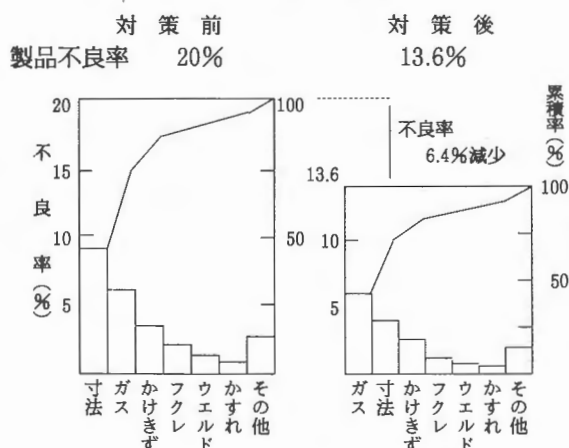

図3 対策前と対策後の不良内訳のパレート図
(2) 材料ロット内のバラツキの調査
(3) 材料ロット間のバラツキの調査
- ・上記の成形条件で生産された製品について不良の発生状況を調査したところ図3に示すように、製品不良率が6.4%減少した。